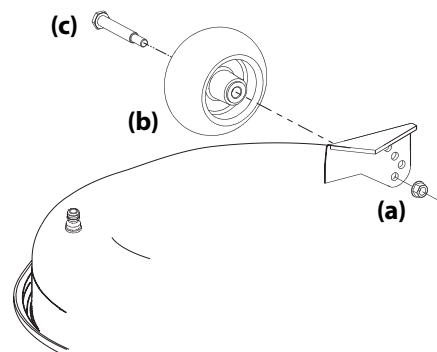

Figura 2-15
- a. Retire la tuerca de seguridad que fija uno de los tornillos con reborde de las ruedas de calibración delanteras a la plataforma. Retire la rueda de calibración y el tornillo con reborde. Consulte la Figura 2-15.